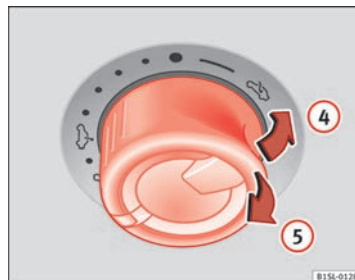

Fig. 27 Sur le toit intérieur : tourner le bouton pour relever le toit et le fermer.
- Avant que ne s'écoulent environ 5 secondes à partir de l'activation du dispositif anti-pincement, tirez sur le bouton ⇒ **fig. 27 ⑤** jusqu'à ce que le toit ouvrant coulissant et relevable soit complètement fermé.